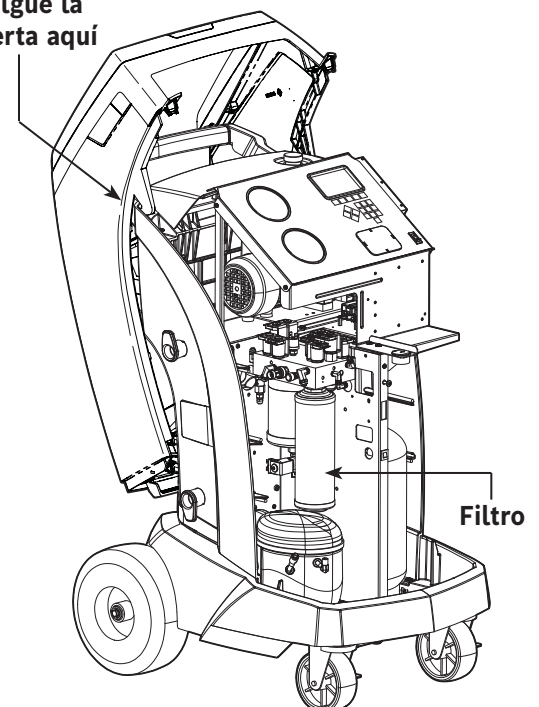

Figura 11
3. Cuelgue la cubierta en la parte posterior de la máquina como se muestra en Figura 11.
6. Instale el nuevo filtro girándolo a la derecha hasta su posición. Verifique que el filtro esté ubicado correctamente como se muestra en Figura 11. Apriete el filtro a 20 Nm.